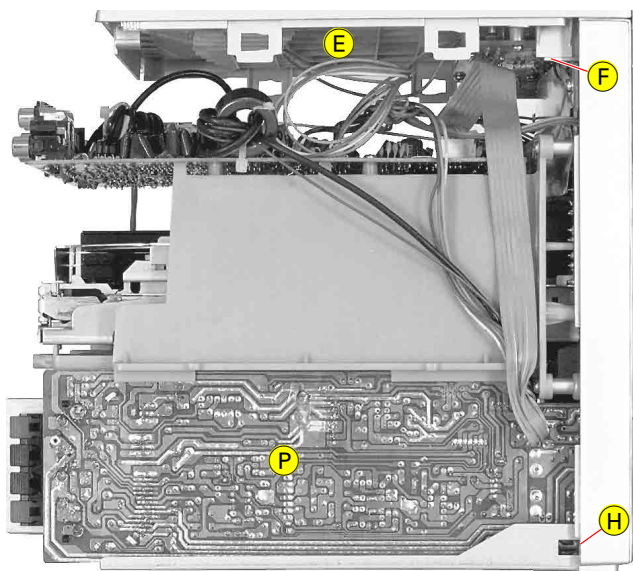

Fig. 4
2. Oberteil (E) abnehmen
- 2 Rastnasen (F) (Fig. 4 und 5) ausrasten.
- 2 Rastnasen (H) (Fig. 4 und 5) ausrasten.
2. Removing Top Cover (E)
- Unhook 2 hooks (F) (Fig. 4 and 5).
- Unhook 2 hooks (H) (Fig. 4 and 5).